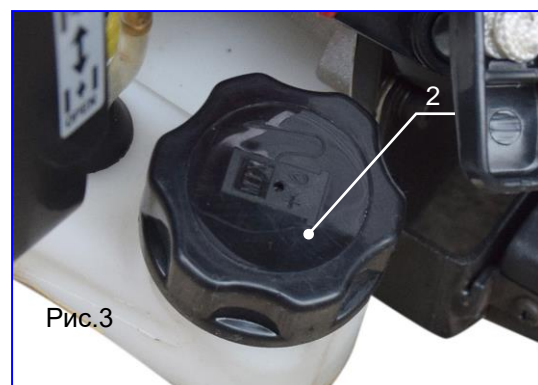

Рис.3
- После заправки закройте крышку (поз.2, рис.3) топливного бака и вытрите пролитое топливо с бензореза, канистры и поверхности, на которой находился инструмент во время заправки.